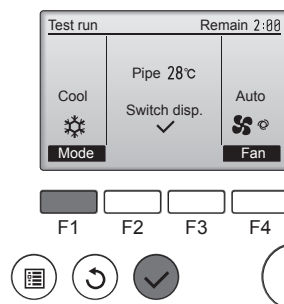

Fig. 8-3
- 1 Druk op de functietoets [F1] om de bedieningsstand te wijzigen. (Fig. 8-3)